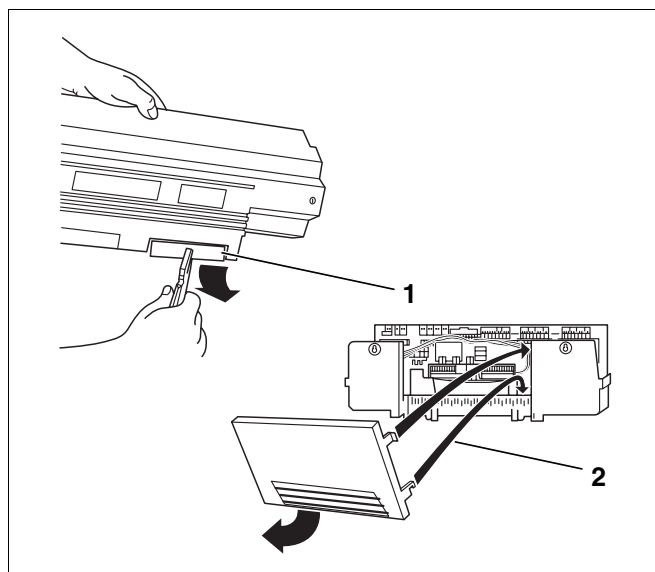

Fig. 61 Pregătirea decupării pentru trecerea cablurilor
- Dacă este necesar, se decupează părțile pentru trecerea cablurilor (fig. 61, **poz. 1**) din peretele posterior (Logamatic 33xx) respectiv se scoate partea de perete posterior (Logamatic 43xx) (fig. 61, **poz. 2**).
- Clemele capacului din spate al aparatului de reglare (Logamatic 43xx) se introduc în suport, apoi se împinge partea de sus al capacului până ce clemele laterale fixează capacul de carcasă (fig. 61, **poz. 2**).